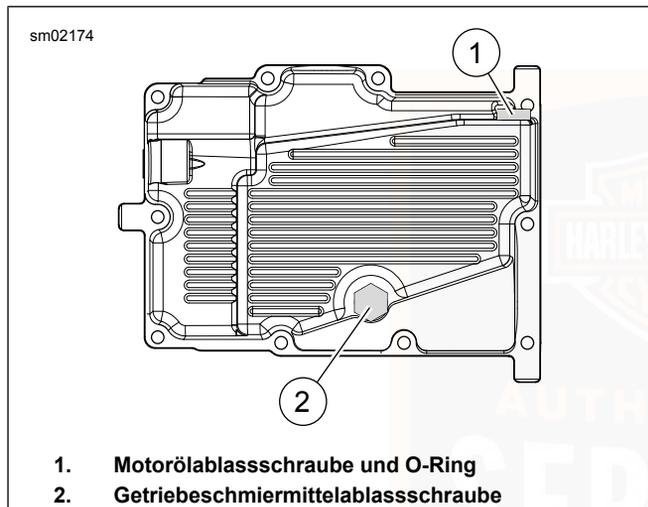

Abbildung 28. Ölwanne
2. Siehe Abbildung 28. Die Getriebeschmiermittelablassschraube entfernen und das Schmiermittel in einen geeigneten Behälter ablassen.